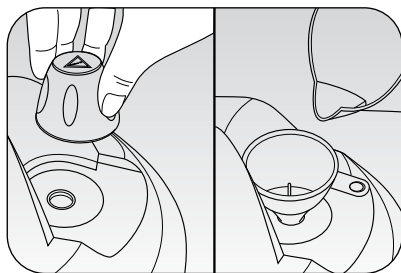

Fig. 1
Den Sicherheitsdeckel (L) abschrauben und mithilfe des beigegefügt Trichters (2) etwa zwei Messbecher (1) Wasser in den Boiler (I) füllen (Abb. 1).